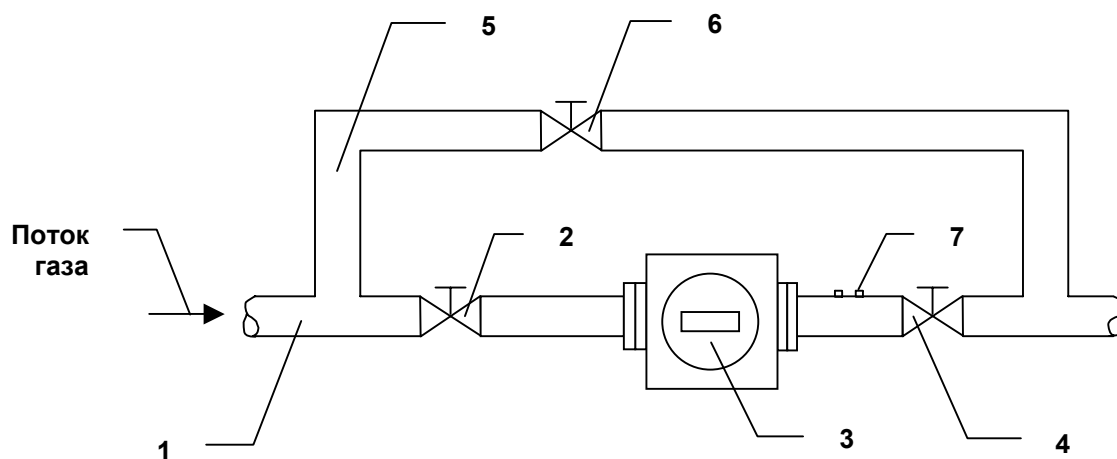

Рис.1 Установка счетчика без перепускного канала
- 4.4.5. В трубопроводах с давлением до 16 атм применение перепускного канала необязательно. Для этого случая рекомендуется схема установки, приведенная на рис.1. Наличие вентиля 2 является обязательным. Он позволяет отключить счетчик в случае его повреждения и необходим для обеспечения правильного пуска счетчика.
8.1. До начала пуска счетчика все вентили на трубопроводе (рис.1, 2) должны быть закрыты. При всех вариантах и на всех стадиях пуска расход газа, проходящего через счетчик, ни в коем случае не должен превышать значение максимального расхода (Q_{max}), указанного на панели отсчетного устройства.
8.3. Пуск счетчика без перепускного канала (рис.1)